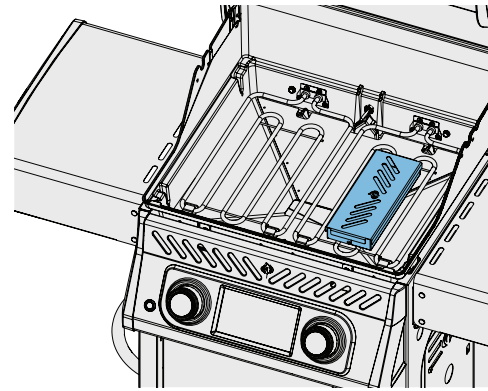

Abb. 6
1. Entfernen Sie die Räucherbox (falls verwendet) und waschen Sie sie in warmem Seifenwasser. (Abb. 6)